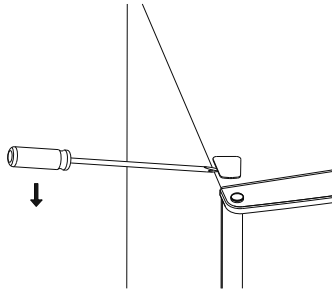

Abb. 4
- ▶ Entfernen Sie die Abdeckung der Schraubenlöcher auf der linken Seite zum Beispiel mit Hilfe eines Schlitzschraubendrehers (siehe **Abb. 4**).